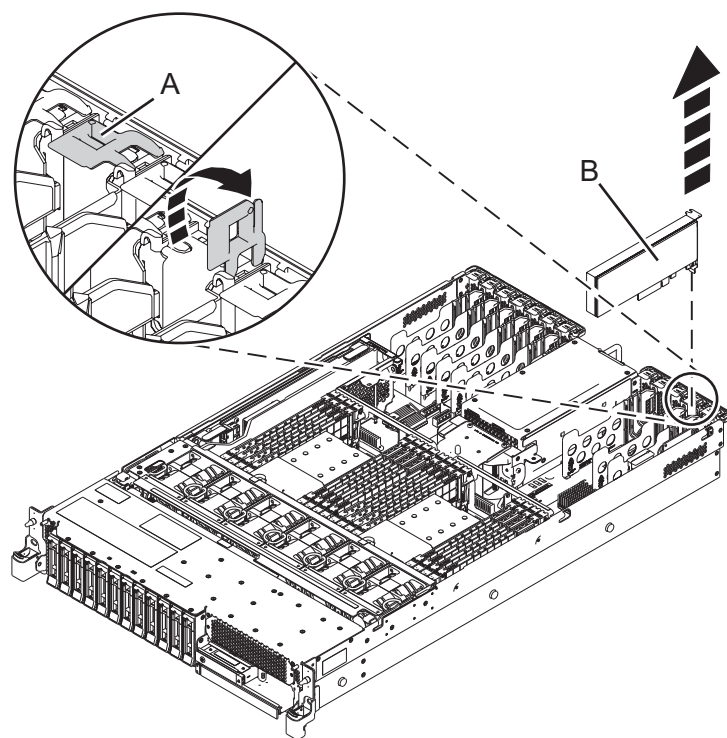

Figura 15. Remover um adaptador PCIe do sistema 5148-21L, 5148-22L, 8247-21L, 8247-22L, 8284-21A ou 8284-22A
2. Para colocar a patilha do adaptador (**A**) na ranhura de destino na posição de abertura, rode a patilha (**A**) na parte posterior do sistema, na direcção apresentada em Figura 15 na página 29.
3. Segure no adaptador (**B**) com cuidado pela extremidade superior ou pelo contraponto e remova o adaptador da ranhura, como demonstrado em Figura 15 na página 29.